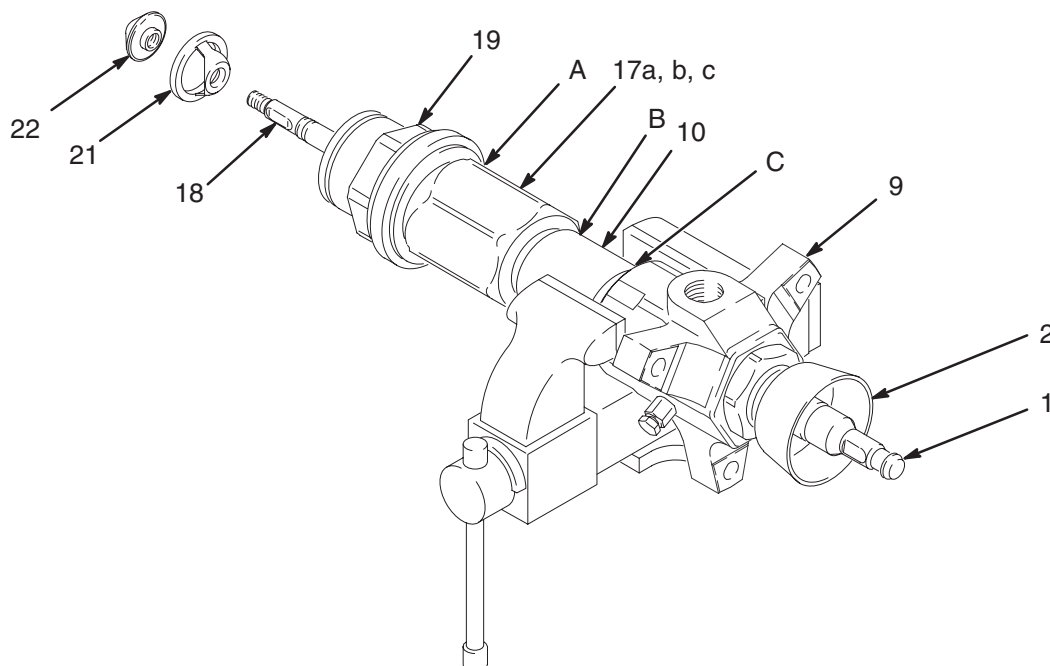

Fig. 8
1. Ta bort kolvspumpen från luftmotorn enligt anvisningarna på sidan 17. Sätt upp pumpen i ett skruvstycke med utloppshuset (9) riktat enligt Fig. 8.
2. Håll fast matningskolvstången (18) med en skiftnyckel på de plana ytorna och skruva loss matningskolvsätet (22) från stången med en andra skiftnyckel. Dra av matningskolven (21) från stången. Inspektera kolven (21) in- och utvändigt och se efter om ytorna är repade, slitna eller har andra skador.
3. Lossa tätmuttern (2) med medföljande nyckel (109).
4. Skruva bort intagscyklindern (19) från intagsventilhuset (17) med en rörtång som sätts på den sexkantiga delen. Pumpen kan delas vid A, B eller C. Se Fig. 8.